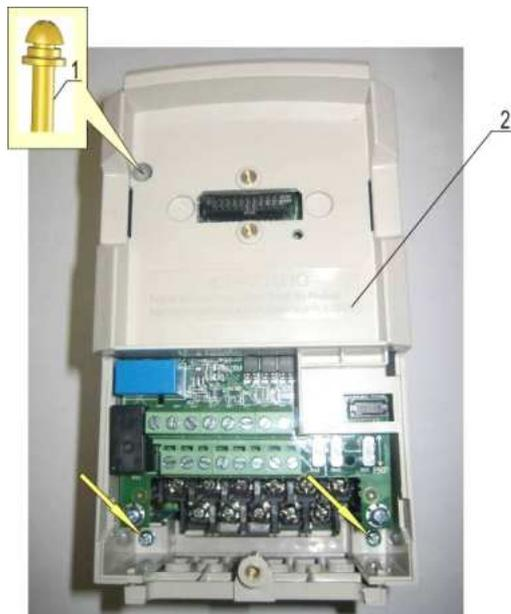

Рис. 6.2
6.2.3. Открутить три винта 1 (рис. 6.2), положить в тару.